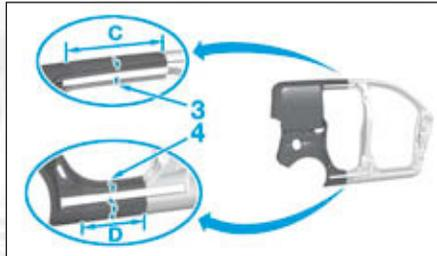

FIG. 150
- en (3) et (4) sur la pièce de rechange dans les zones de coupe (C) et (D) puis découper (Fig.150),